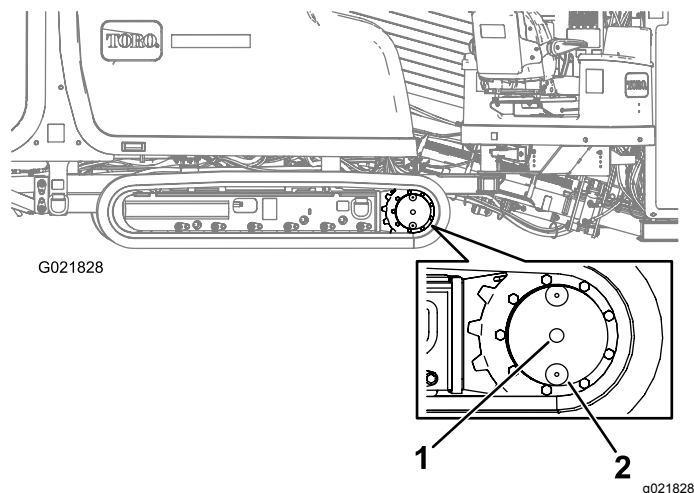

Рисунок 103
2. Очистите поверхность вокруг контрольной пробки уровня масла с помощью очищающего растворителя (Рисунок 103).
3. Отверните контрольную пробку уровня масла (Рисунок 103).
2. Очистите поверхность вокруг контрольной пробки уровня масла (Рисунок 103).
3. Поверните планетарный редуктор так, чтобы пробка маслосливного отверстия находилась прямо под контрольной пробкой уровня масла (Рисунок 103).